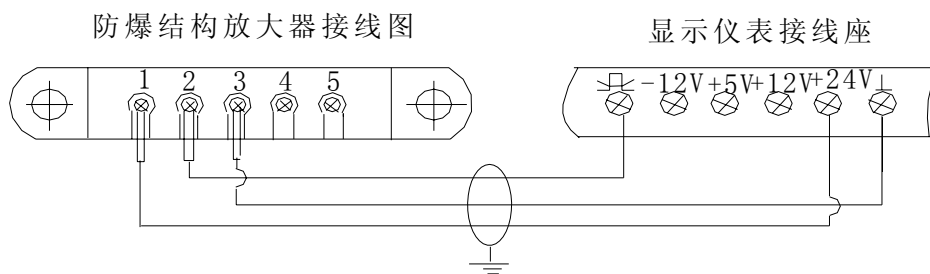

图 13
d. 隔爆式防爆放大器（+24V·DC 供电三线制）与显示仪表间的接线（图 13）
b. 旋松限位件，将防爆腔壳取下。然后按一般结构涡轮放大器的步骤 d、e，按图 13~15 所示进行连线安装；